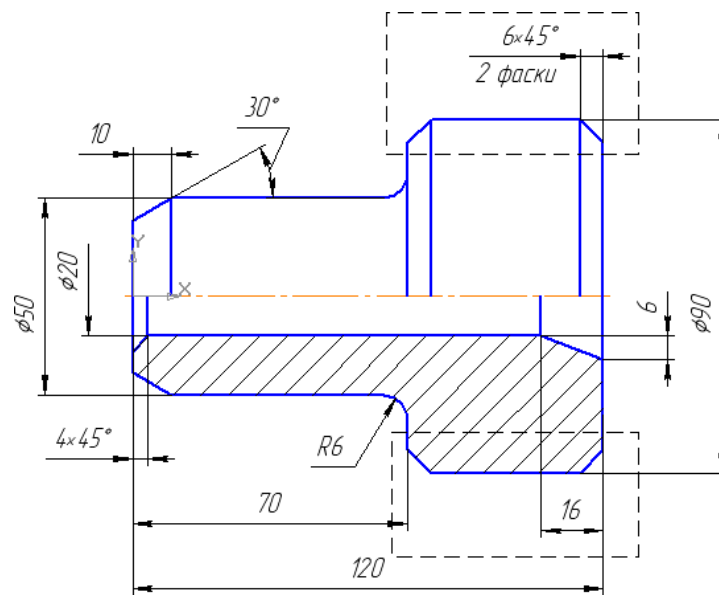

Рис. 28
6. Измените диаметр цилиндрической части, равный 90 мм, на 110 мм. Для этого выполните выделение частей цилиндра. При выделении верхней части цилиндра, рис. 28, сдвиг вдоль оси X - 0, а сдвиг вдоль оси Y равен 10 мм (положительное направление). При выделении нижней части, рис. 28 - сдвиг вдоль оси X - 0, а сдвиг вдоль оси Y равен - 10 мм (отрицательное направление).